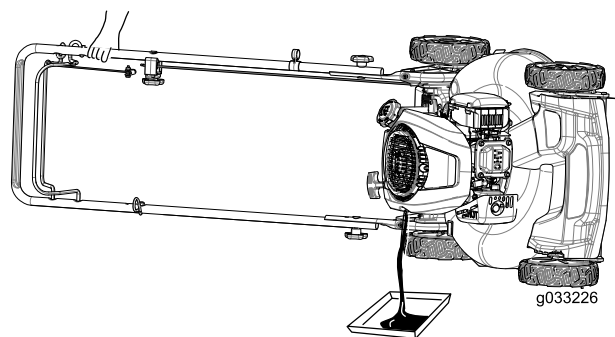

Figure 21
2. Inclinez la machine sur le côté (jauge en bas) pour vidanger l'huile usagée par le goulot de remplissage (Figure 21).